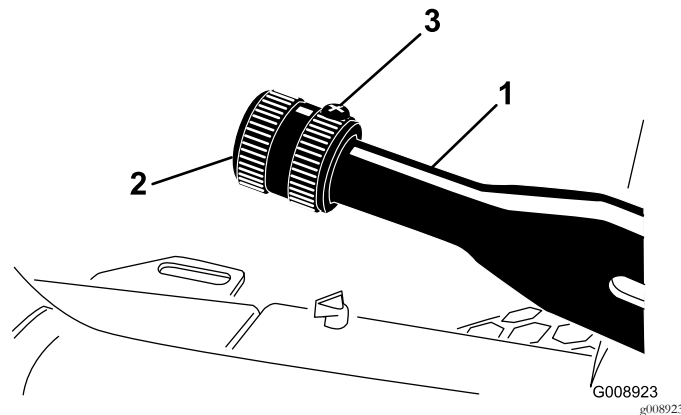

Figura 70
1. Desaperte o parafuso de afinação que fixa o manípulo à alavanca do travão de mão (Figura 70).